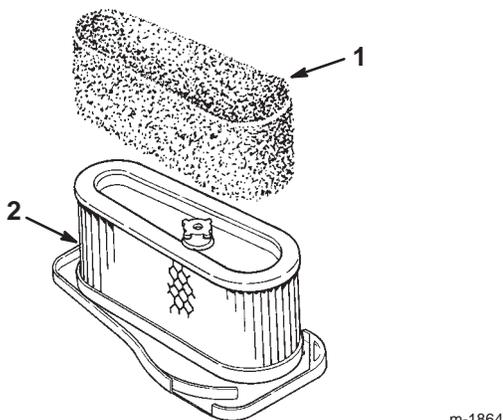

Figure 21
9. Glissez délicatement l'élément en mousse hors de l'élément en papier (Fig. 21).
1. Glissez délicatement l'élément en mousse sur l'élément en papier (Fig. 21).